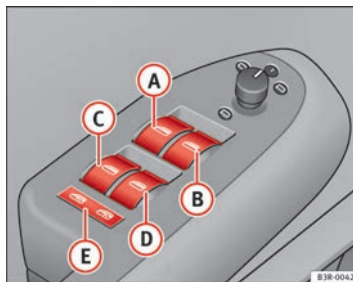

Fig. 81 Detalle de la puerta del conductor: Mandos
- (A)** Conmutador ⇒ fig. 81 para la ventanilla de la puerta del conductor
- (B)** Conmutador para la ventanilla de la puerta del acompañante
Con el interruptor de seguridad  **fig. 81**  es posible desconectar los interruptores de las puertas traseras. Sólo cuando este interruptor está bajado será posible abrir y cerrar las ventanillas desde los asientos traseros.